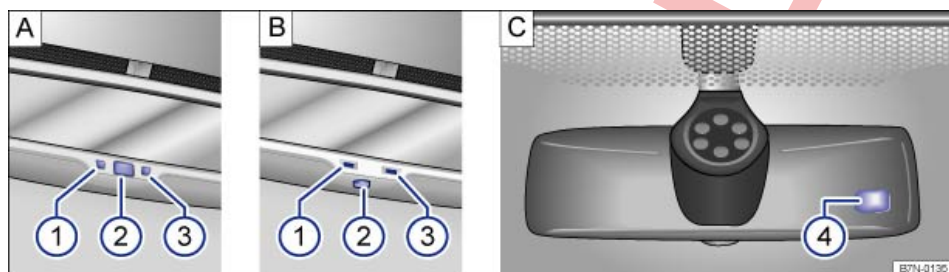

Fig. 129 En el parabrisas: retrovisor interior antideslumbrante automático.
Leyenda de la fig. 129:
- ① Testigo de control
- ② Botón
- ③ Sensor para detectar la incidencia de la luz por detrás
- ④ Sensor para detectar la incidencia de la luz por delante
La función antideslumbrante automática se puede activar y desactivar pulsando el botón del retrovisor interior ⇒ fig. 129 A ② o ⇒ fig. 129 B ②. Cuando está activada, se enciende el testigo de control A ① o B ①.
- Un sensor en el lado que mira hacia el habitáculo y que mide la incidencia de la luz por detrás ⇒ fig. 129 A ③ o ⇒ fig. 129 B ③.
- Un sensor en el lado que mira hacia el parabrisas y que mide la incidencia de la luz por delante ⇒ fig. 129 C ④.